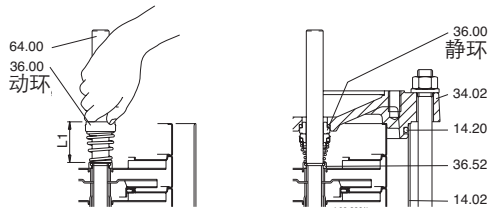

图.5 插入机械密封
5. 拆下螺丝(61.07)和笼型支架(32.00),其和轴承(66.00)及联轴器(64.22)作为整体从上端盖(34.02)顺轴(64.00)抽出(图.5)。
检查安装前后的长度并把动环升起到与原始长度(L1 图5)一致。